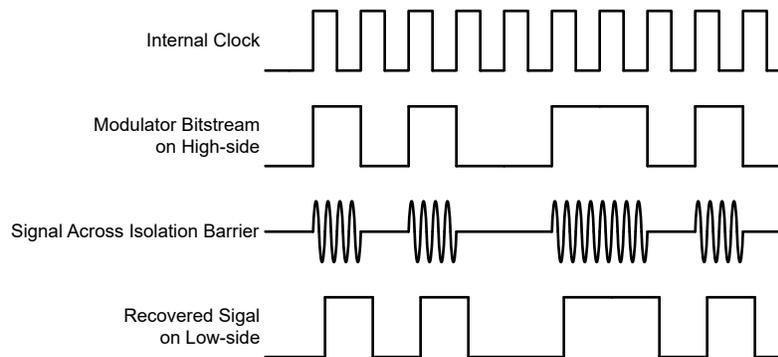

图 7-1. 基于 OOK 的调制方案
如图 7-1 中所示，AMC0x11D 使用开关键控 (OOK) 调制方案跨过基于 SiO_2 的隔离栅传输调制器输出位流。发送驱动器 (TX) 如 功能方框图 中所示。TX 跨过隔离栅发送一个内部生成的高频载波来表示数字一。而 TX 不发送信号则表示数字零。AMC0x11D 内使用的载波标称频率为 480MHz。